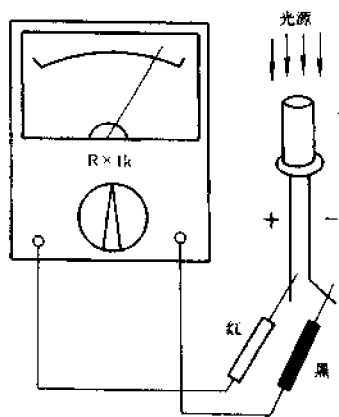

图 4-97 测试光电二极管的光照特性
(2) 测试光照特性。如图 4-97 所示,移去遮光黑纸片,仍使用万用表的  $R \times 1k$  挡,将红表笔接 P 极(正极),黑表笔接 N 极(负极),使光电二极管的透明窗口朝向光源(如自然光、白炽灯或手电筒等),这时万用表指针应从  $\infty$  位置向右明显偏转,偏转角度越大,说明光电二极管的灵敏度越高。若将管子对准光源后,万用表指针无任何摆动,则表明被测光电二极管已经损坏。